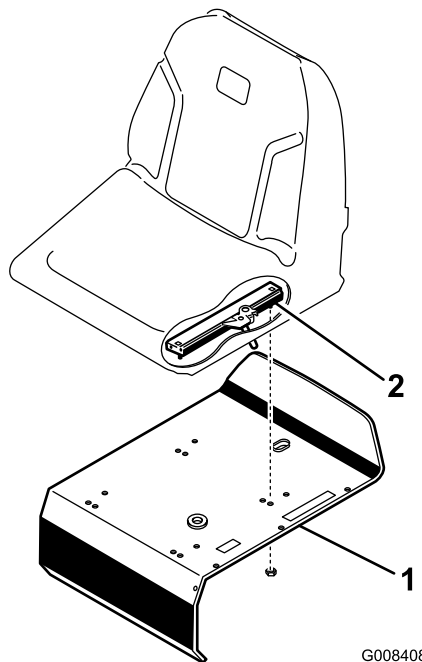

Рисунок 3
3. Прикрепите ползья сиденья к опоре сиденья контргайками (5/16 дюйма), входящими в комплект поставки в виде отдельных деталей (Рисунок 3).